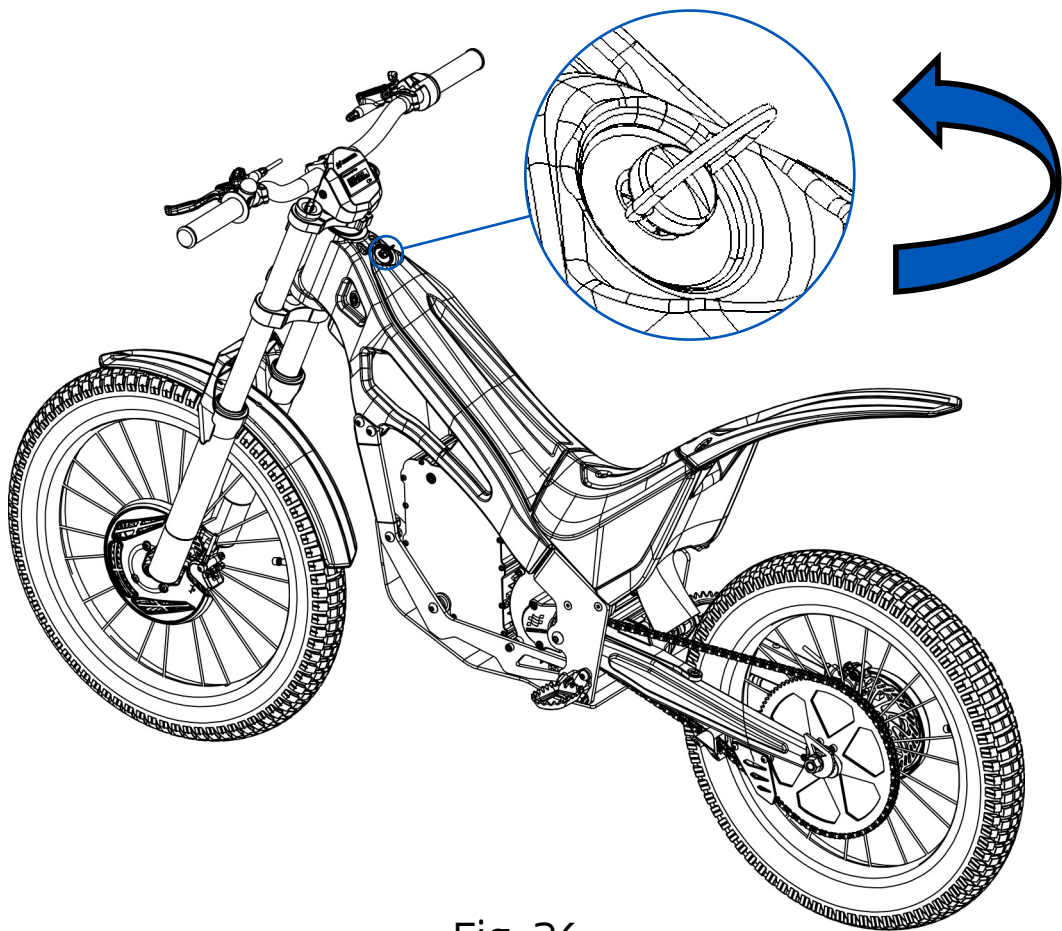

Fig. 26
- 2- A continuación, debe girar el tornillo rápido situado en la parte superior (Fig. 26) media vuelta hacia la izquierda. Debe extraerlo sin llegar a sacarlo de la carcasa superior, para poder extraer dicho componente del bastidor.